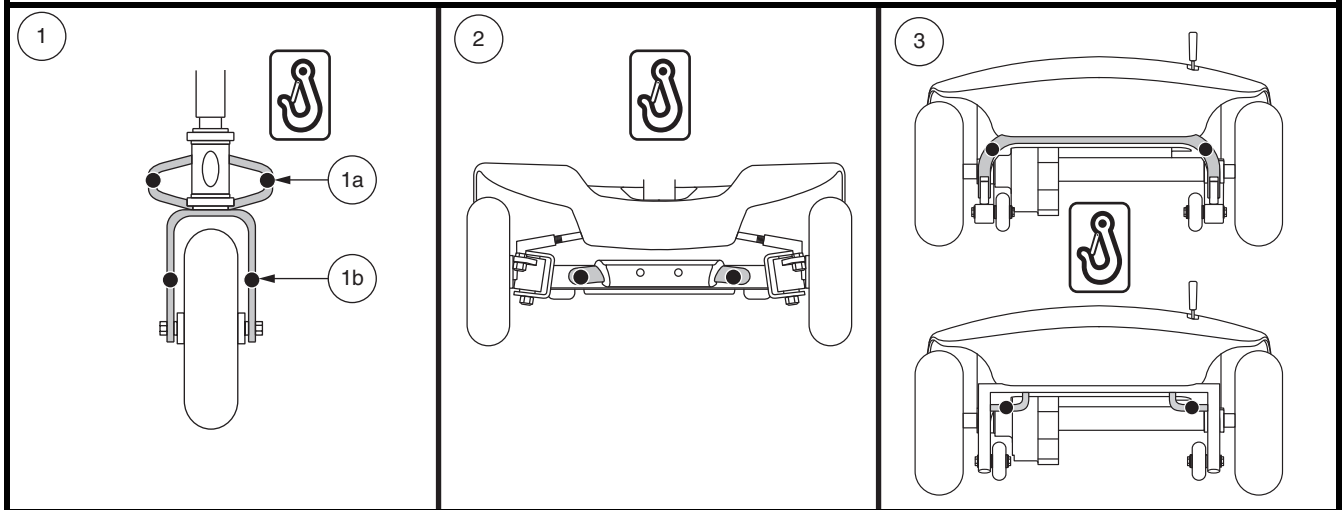

Figure 10. Points d'ancrage (Identifié avec des points noirs)
Le Travel Scooter doit toujours être ancrés face à l'avant du véhicule. Fixez les quatre (4) courroies aux points d'ancrage désignés sur le Travel Scooter. Voir la figure 10. Serrez-bien les courroies pour retirer le jeu excessif. N'attachez jamais le Travel Scooter par ses composantes réglables ou mobiles tels que les accoudoirs, capots ou roues. Ces articles devraient être enlevés. Positionnez les points d'ancrage arrière des courroies directement derrière le Travel Scooter. Les points d'ancrage avant sont disposés plus loin de chaque coté du Travel Scooter afin d'augmenter la stabilité latérale.